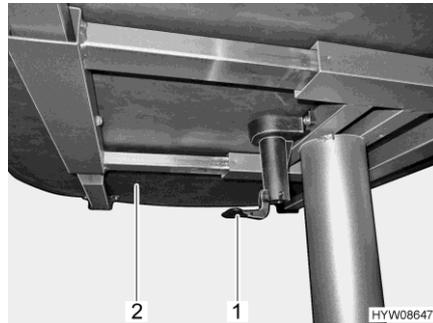

Fig. 106 Palanca para desplazamiento del tablero de la mesa
- Tirar o empujar la palanca (Fig. 106,1) hacia abajo.
- Desplazar a la posición deseada el tablero de la mesa (Fig. 106,2).